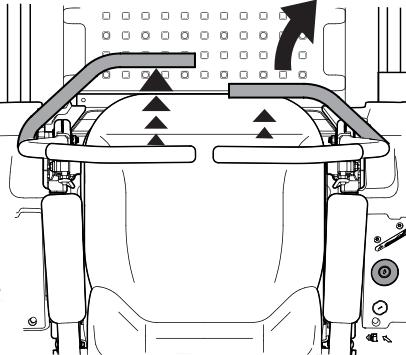

Figura 3-5
- Para girar a la derecha, mueva la palanca de control derecha hacia atrás respecto de la palanca izquierda. Consulte Figura 3-5.